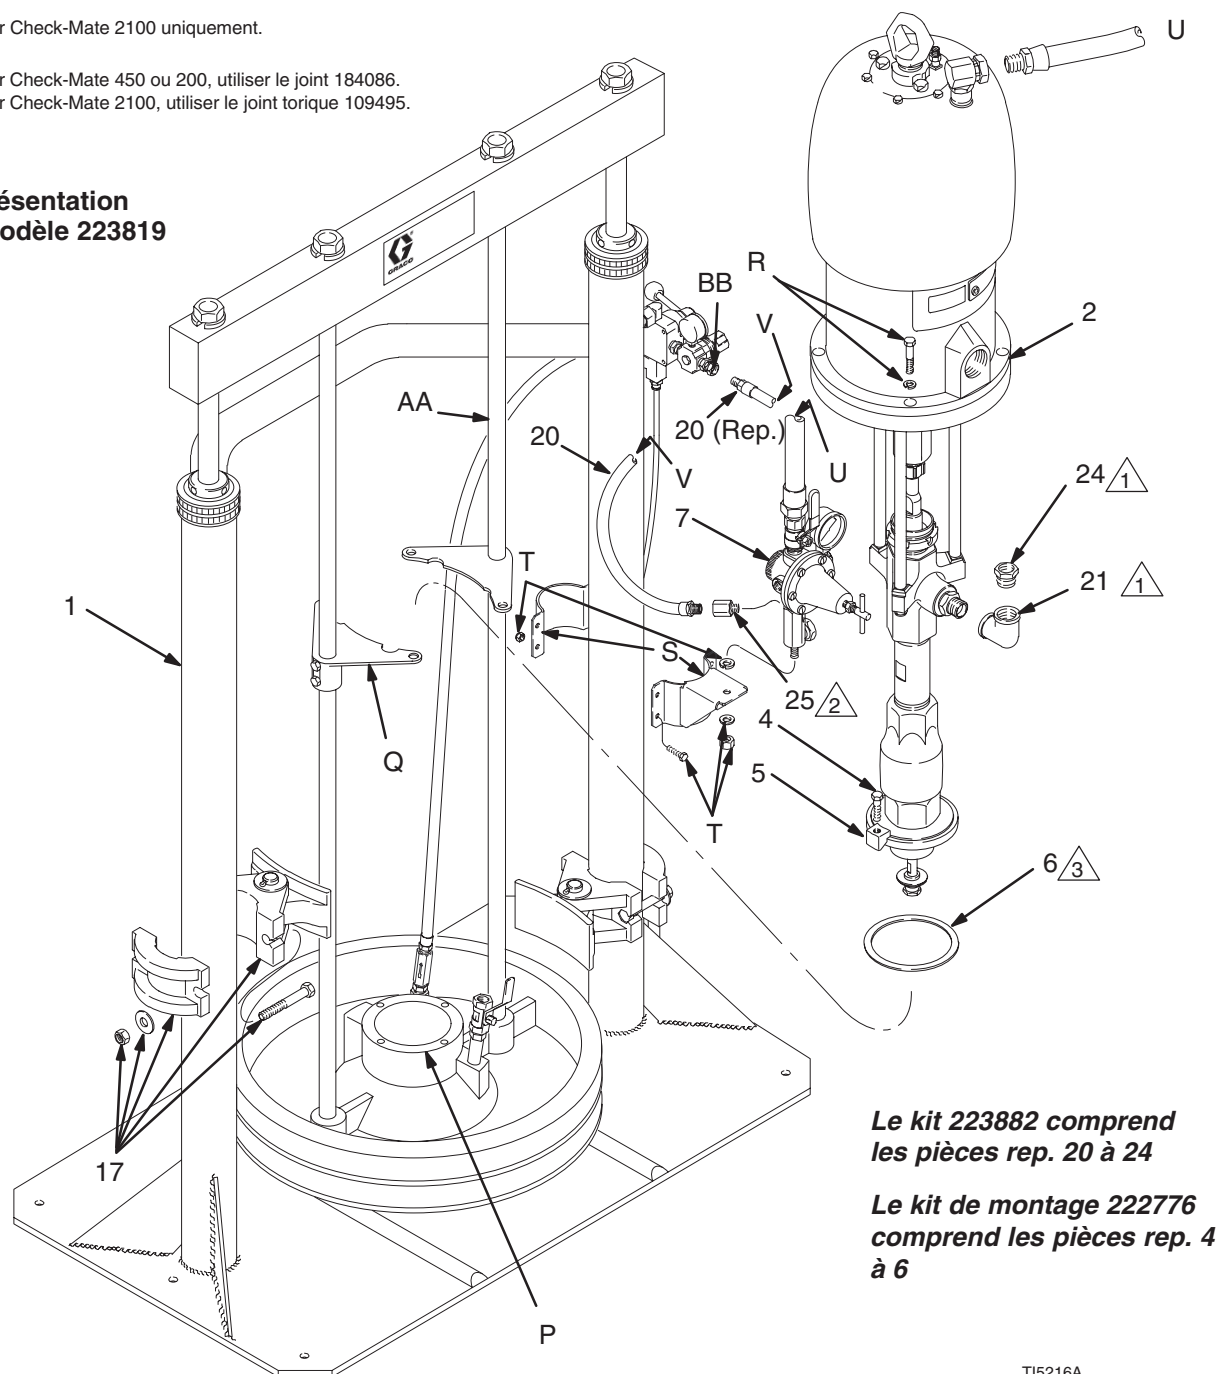

Fig. 3
1. Mettre le joint ou le joint torique (6) du kit de montage 222776 sur le plateau élévateur (P). Voir Fig. 3.
2. Descendre la pompe (2) sur le plateau élévateur (P) et la fixer à l'aide des quatre pattes (5) et vis (4). Fixer la pompe sur les plaques de base (Q) à l'aide des vis et rondelles (R) fournies avec l'élévateur.
3. Monter les serre-fûts (17) sur les cylindres de l'élévateur (1) pour maintenir le fût en place (fûts de 200 litres).
4. Montage du kit de régulation d'air (7): introduire le goujon du collecteur d'air dans le trou du support de l'élévateur (S) et le fixer avec les rondelles et l'écrou (T). Brancher le flexible de régulation d'air (U) sur l'entrée d'air de la pompe.
5. **Pompes Check-Mate 450 et 200:** visser la douille (24) sur le coude (21) et visser le coude sur le raccord de sortie de la pompe de telle sorte que la douille soit tournée vers le haut.
6. Brancher une extrémité du flexible à air (20) sur le branchement 1/4 npt(f) du collecteur d'air. Brancher l'autre extrémité de l'adaptateur tournant (BB) sur le régulateur d'air de l'élévateur (voir Fig. 3).